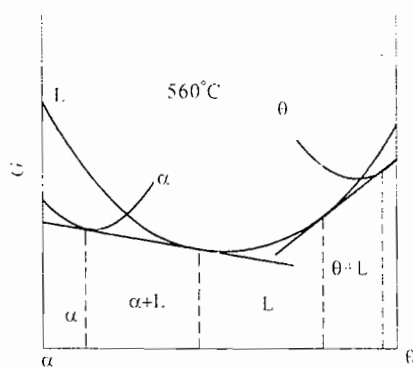

图 18-6 第四题第 6 小题解答图
6. $T = 560^{\circ}\text{C}$ 温度时各相的自由能—成分曲线示意图如图 18-6 所示。